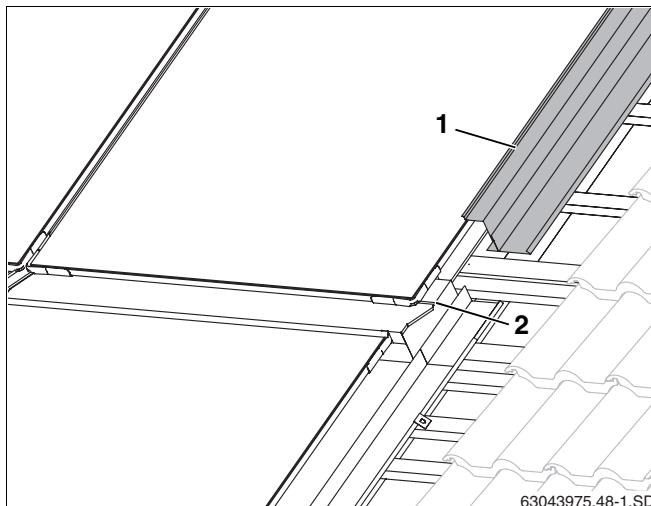

Fig. 55 Tôle de recouvrement supérieure droite
- Monter les tôles de recouvrement supérieures latérales (fig. 55, **pos. 1**) comme les tôles inférieures (chap. 10.2 "Tôles de recouvrement latérales").
- Glisser les tôles de recouvrement latérales sur la rainure en tôle des tôles de recouvrement centrales (fig. 55, **pos. 2**).